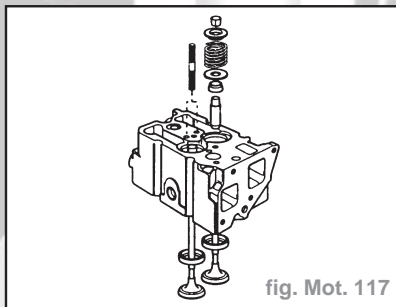

fig. Mot. 117
- Déposer les ressorts de soupape, collet, siège de ressort supérieurs des soupapes, les soupapes et les joints d'étanchéité de soupape (utiliser une pince) (fig. Mot. 117).